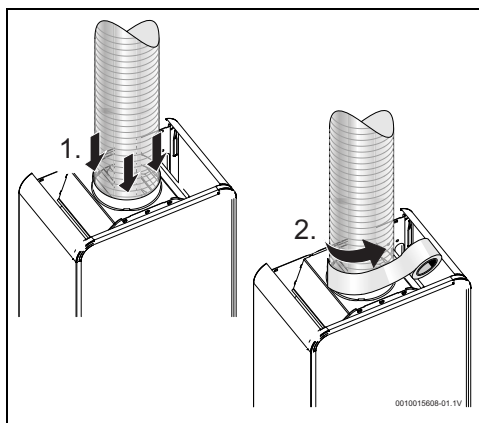

Fig. 11
- Étanchéification avec un matériau approprié (fig. 11)